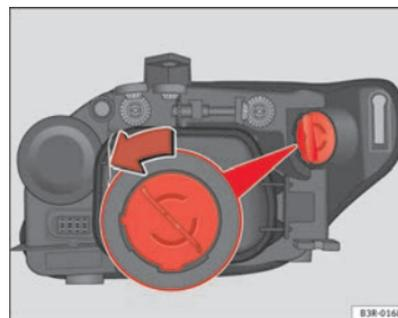

Fig. 191 Lámpara luz intermitente
- Gire el portalámparas en el sentido contrario a las agujas del reloj asíéndolo por el empuñadura ⇒ fig. 191 y extraiga el portalámparas y la lámpara.